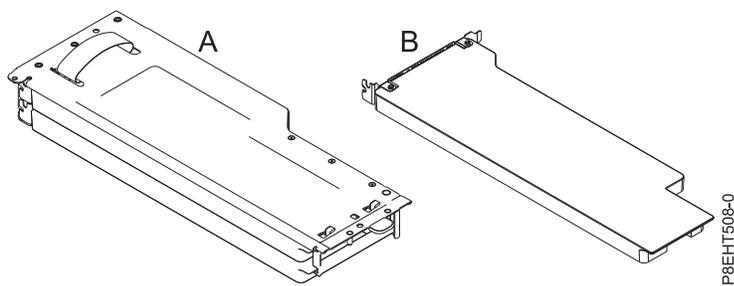

Figura 40. Tarjeta de expansión PCIe con paneles de relleno instalados
4. Dependiendo del tamaño del adaptador PCIe, retire un panel de relleno o ambos de la portadora. Consulte la Figura 40 en la página 39.